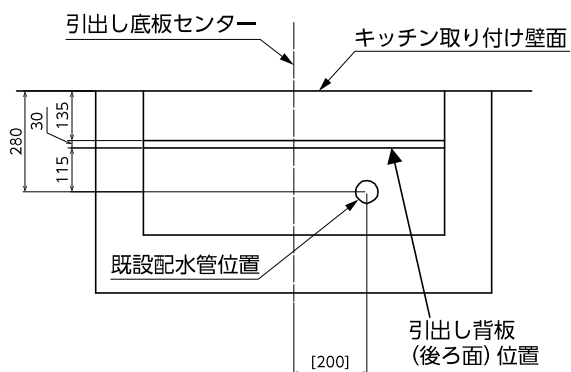

図1 排水管立上げ位置(例)
本キットを使用するキャビネットにはタイプAとBがあります。本設置説明書では、図1(タイプA)の場合を例に説明します。現場の排水管立上げ位置に合わせて設置してください。
- ①図1の排水管立上げ位置(壁面から280mm)の場合、以下の寸法を加減して130mm(底板切り欠き寸法)となります。